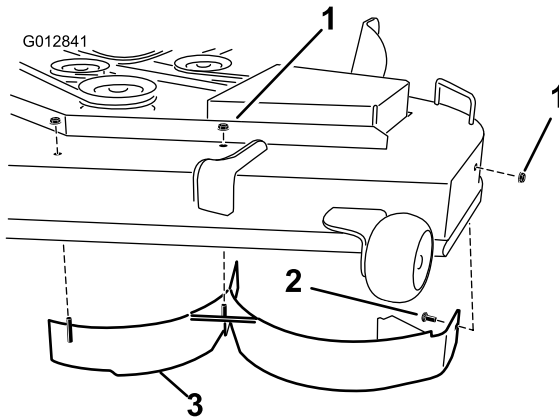

Figura 32
- Retire las dos contratuercas (5/16 pulgada) de las clavijas soldadas del deflector izquierdo, en la parte superior de la carcasa de corte, en las posiciones centro y centro izquierda (Figura 32). Retire el perno de cuello cuadrado y la contratuercas, situados en la pared lateral de la carcasa del cortacésped, que sujetan el deflector izquierdo a la carcasa.
- Retire el deflector izquierdo de la carcasa de corte según se muestra en Figura 32.